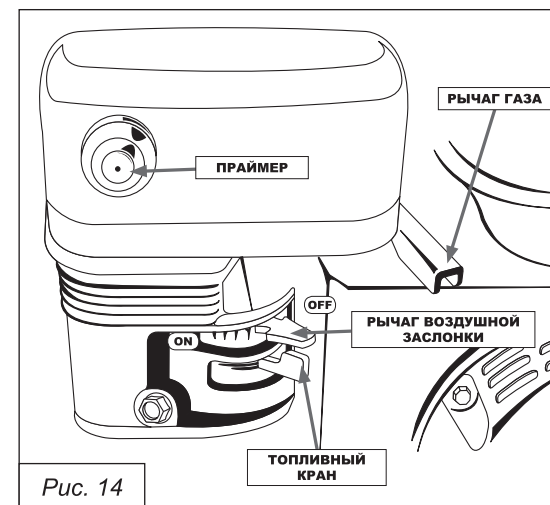

Рис. 14
Рычаг закрывает воздушную заслонку карбюратора и способствует запуску двигателя (*рис. 14*).
Праймер - насос предварительной подачи топлива, предназначен для облегчения запуска двигателя при отрицательных температурах. Используется только для запуска холодного двигателя (*рис. 14*).
Рычаг управления дроссельной заслонкой расположен на двигателе. Предназначен для регулировки оборотов двигателя (*рис. 14*).
4. Поверните ручку управления воздушной заслонкой в положение «ON» (холодный старт двигателя) (рис. 14).
5. Нажмите праймер два-три раза при холодном двигателе, убедившись, что при нажатии Вы перекрываете отверстие в центре (рис. 14).